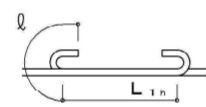

図5.1 フックありの場合の重ね継手の長さ
2. フックありの場合のL1hは、図5.1に示すようにフック部分 l を含まない。